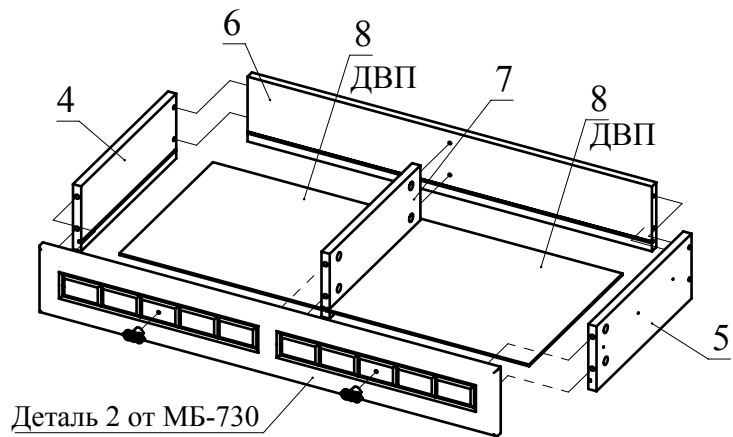

Рис. 8
7. Соберите ящик. Для этого соедините деталь 6 с деталями 4 и 5 с помощью конфирматов. Установите деталь 7 на деталь 6 и затяните головки минификсов. Затем вставьте дно ящика 8 из ДВП в пазы деталей 4, 5, 6, 7. Соедините деталь 2 от МБ-730 с полученной конструкцией и затяните головки минификсов (Рис. 8). Установите ручку на фасад ящика.